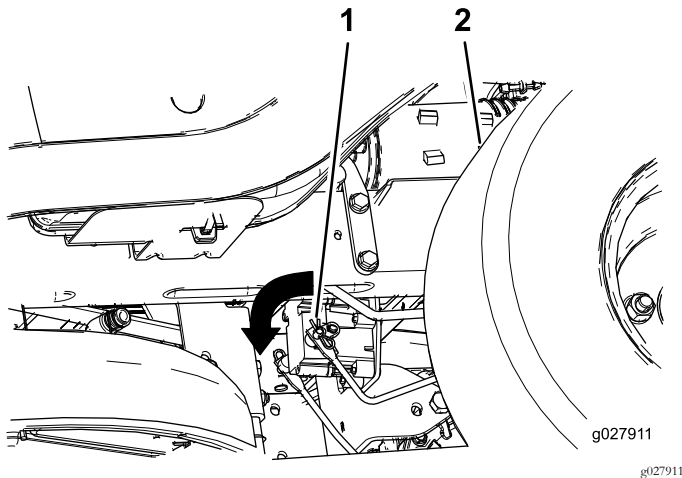

Figura 53
3. Localize o veio no travão elétrico onde os braços de articulação do travão estão ligados (Figura 53).